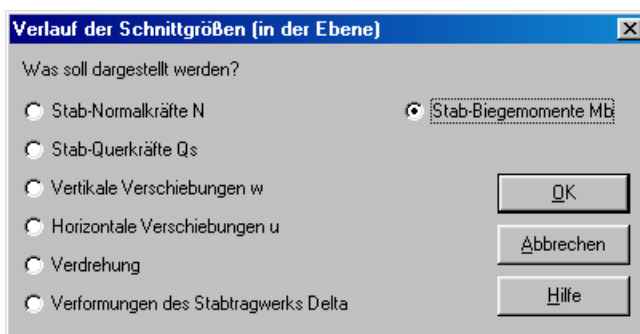

Bild 7-39 Optionsfeld "Verlauf der Schnittgrößen (in der Ebene)"
- Wählen Sie "Stäbe" und dann "Verlauf der Schnittgrößen (in der Ebene)" aus dem "Graphik"-Menü von *ELPLA-Graphik*. Das folgende Optionsfeld im Bild 7-39 erscheint